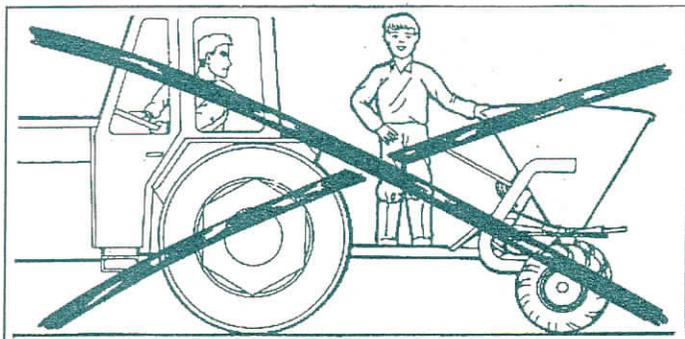

Fig. 4
**! Il est strictement interdit de transporter des personnes, animaux ou biens sur la machine autre que l'engrais prévu ( voir fig. 4 ).**